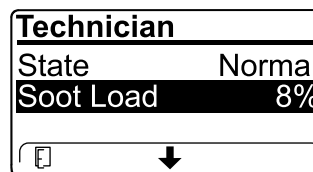

Figure 36
- Affichez la charge de suie mesurée dans le FAP sous forme d'un pourcentage (Figure 36) ; voir le tableau de charge de suie.